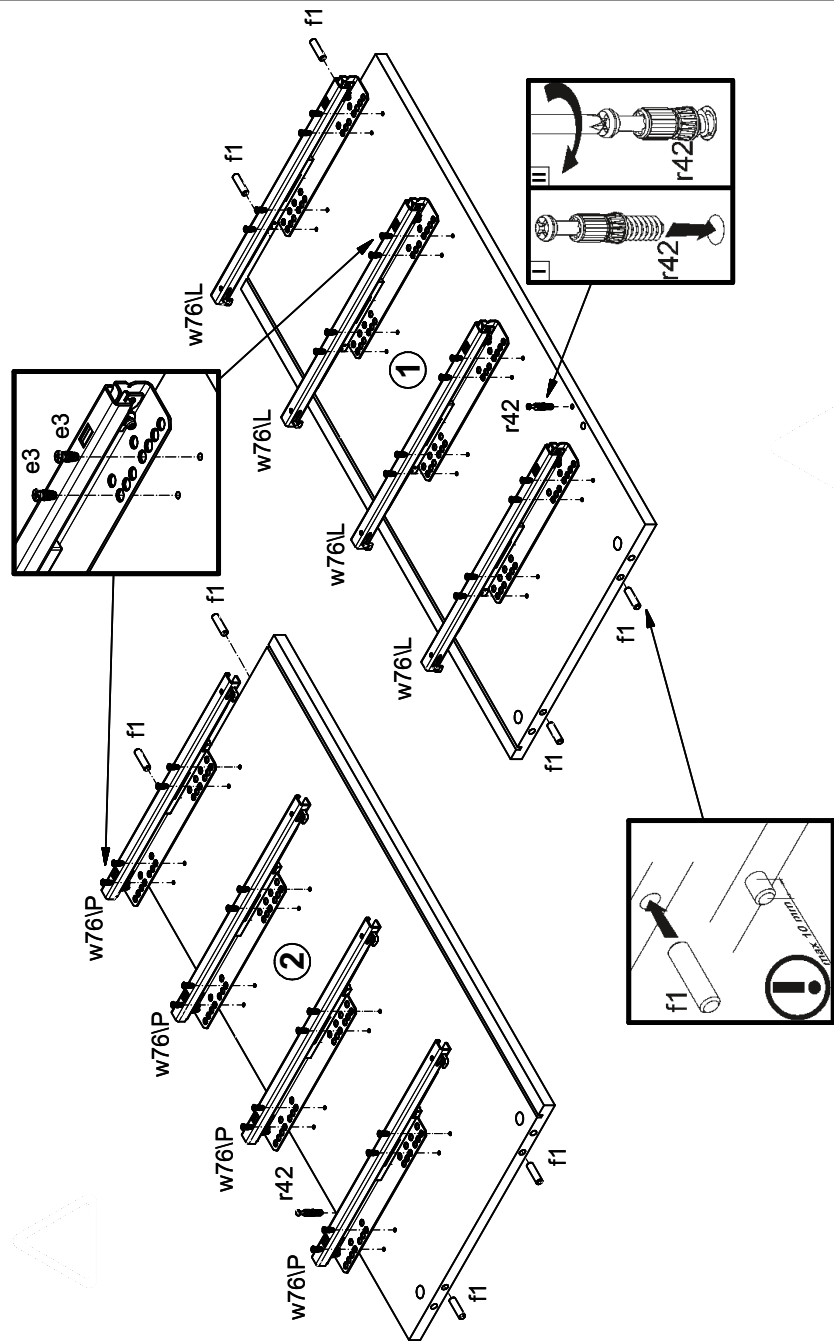
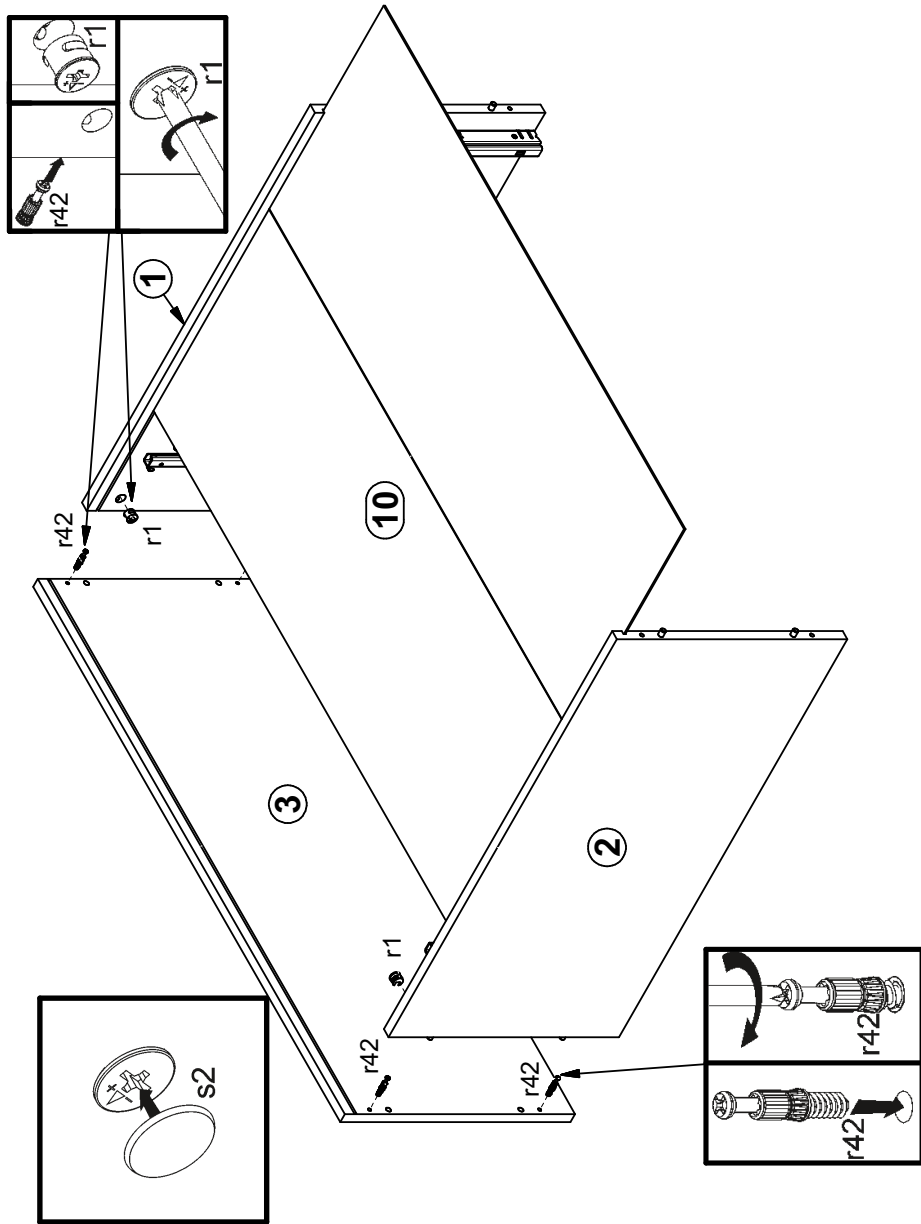

Рисунок 2
Рисунок 4
4.2 В отверстия Ø8 мм на верхних и нижних кромках стенок боковых 1 и 2 (см. рис. 2) и в торцах планки декоративной рифленой 8 вбить деревянные шканты f1 (см. рис. 3).
4.3. В отверстия Ø4 мм на внутренних поверхностях стенок 1, 2 еврошурупами e3 закрепить по 4 комплекта направляющих w76L и w76P (см. рис. 2).
4.4. В отверстия Ø5 мм на внутренних поверхностях стенок 1, 2 (см. рис. 2), на нижней поверхности щита верхнего 3 (см. рис. 4) вкрутить винты стяжки r42.
4.5. В отверстия Ø15 мм на задней поверхности планки декоративной рифленой 8 (см.рис. 3), на внутренних поверхностях стенок 1, 2 (см.рис. 4) вставить стяжки эксцентрики r1.
4.7. Присоединить щит 3 к стенкам 1, 2 с помощью шкантов f1, затянуть стяжки эксцентрики r1, пользуясь отверткой, вставить стенку заднюю 10 в пазы в деталях 1, 2, 3. Передние стяжки закрыть заглушками s2 (см. рис. 4).